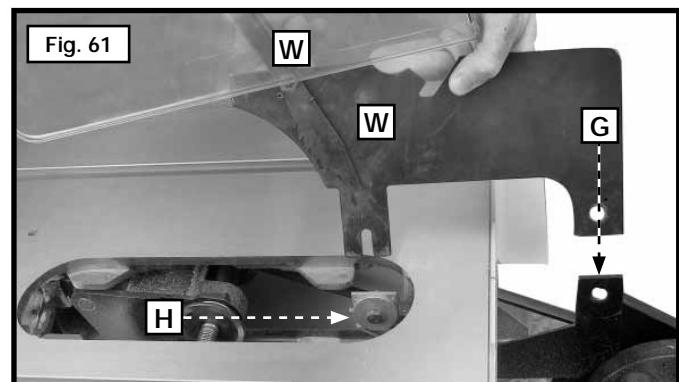

Fig. 61
2. Cuando use el cabezal portacuchilla para moldura, agregue un revestimiento de madera (C) al frente de la guía de corte (Fig. 61). El revestimiento de madera se sujeta a la guía con tornillos, a través de los orificios que se hacen en la guía. Cualquier material de 19,05 mm (¾") de espesor es adecuado para la mayoría de los trabajos, aunque algunos trabajos pueden requerir revestimientos de 25,40 mm (1").